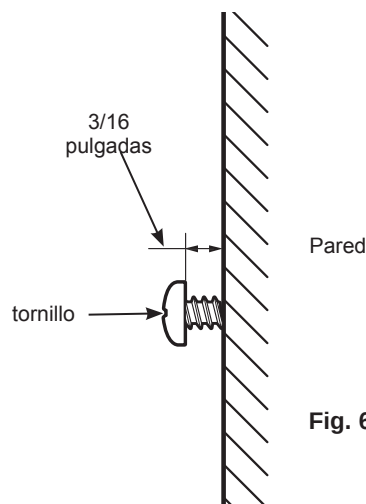

Fig. 6
3. Use el sistema como plantilla para marcar las ubicaciones de los agujeros donde los tornillos serán instalados. Instale los tornillos en la pared, dejando un espacio de 3/16 pulgadas entre la cabeza del tornillo y la pared (perfore agujeros piloto si es necesario) (Fig. 6). Use anclajes si se montarán en un taco. Los anclajes requieren un agujero de 1/4".